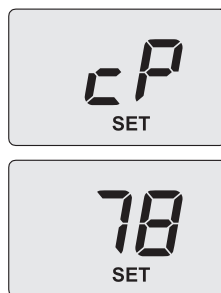

Figura 9.13
- Utilizzare i tasti 15 o 16, sul display LCD le lettere **cP** si alternano con il valore di temperatura dell'acqua di riscaldamento (es. **78**) e compare la scritta "**SET**", indicanti l'entrata nell'attivazione della "funzione spazzacamino" alla potenza massima in riscaldamento (Figura 9.13);